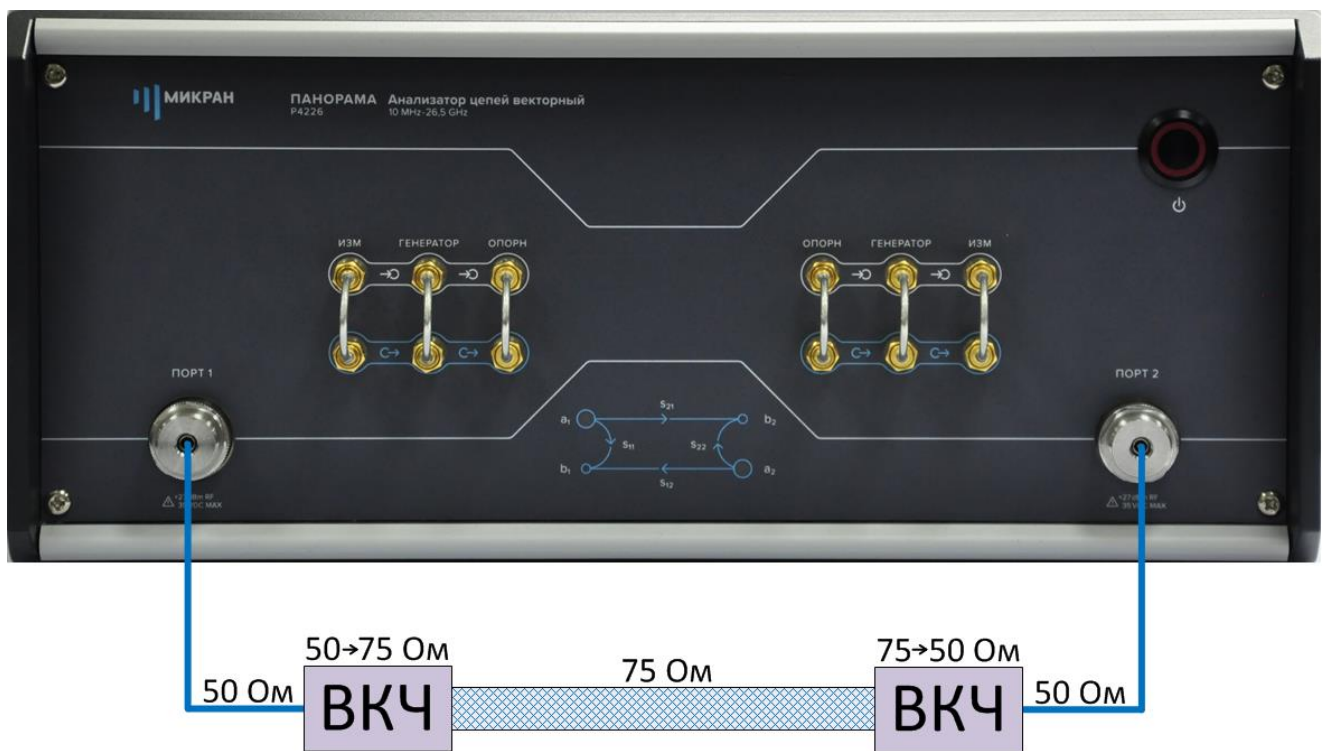

Рисунок 17. Подключение кабельной сборки с импедансом 75 Ом к ВАЦ
8. После завершения калибровки подключить измеряемое устройство (в нашем примере — кабельная сборка) к портам ВАЦ (рис. 17).